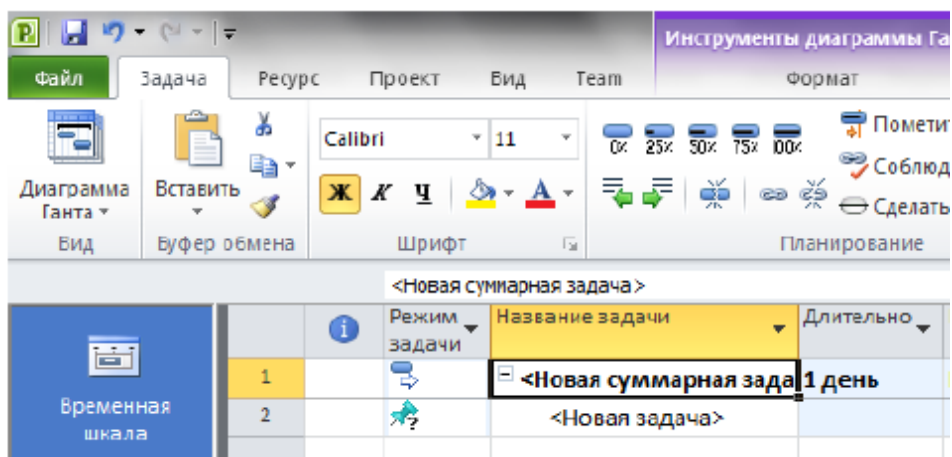

Рис. 5.2. Введення сумарного завдання
2. У проекті з'явиться сумарне завдання із підзадачею. Введіть назву етапу (замість <Нове сумарне завдання>) назву підзадачі (замість <Нове завдання>), рис. 5.2. Якщо необхідно, можна ще додати завдання в цей етап.